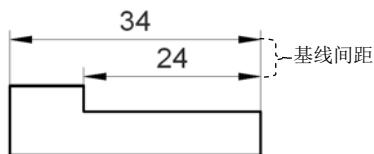

图 8.2.3 设置基线间距
- **基线间距(A):** 文本框: 创建基线标注时, 可在此设置各尺寸线之间的距离, 如图 8.2.3 所示。还可以用变量 DIMDLI 设置该项。